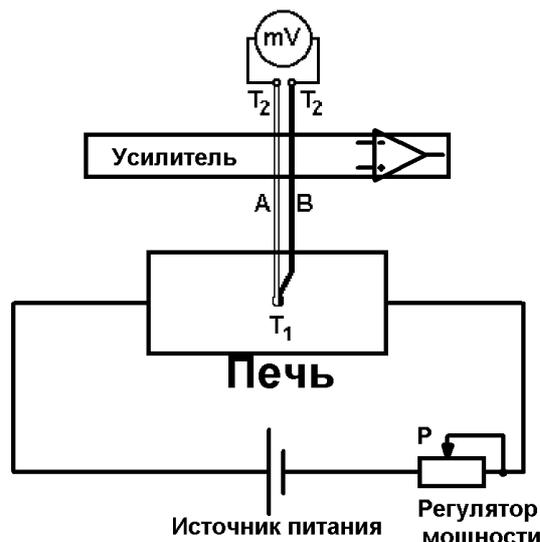

Рис. 1. Принципиальная упрощенная электрическая блок-схема учебной установки ФЭЛ-17 для наблюдения термоэлектрического эффекта.
Принципиальная схема для изучения эффекта Зеебека приведена на рис. 1. Конструктивно установка состоит из узкой и длинной электропечи (для равномерного нагрева) с регулируемой мощностью нагрева, в которую помещаются концы термопары А и В. Другие концы подключены через специальный усилитель к высокоточному цифровому вольтметру mV и находятся при температуре окружающей среды T_2 . ТермоЭДС ввиду малой величины (порядка нескольких милливольт) не может быть зарегистрирована непосредственно вольтметром, поэтому сигнал с термопары усиливается операционным усилителем. Для уменьшения погрешности применяется специально сконструированный цифровой вольтметр с высоким (около 100 МОм) входным сопротивлением, поэтому с достаточной степенью точности можно считать, что термоЭДС ε равна напряжению на клеммах вольтметра mV. Температура T_1 горячего спая измеряется высокоточным цифровым термодатчиком, также введенным в полость электропечи. Точность измерения температуры термодатчика составляет ± 1 °С. Все измеренные и контролируемые параметры (мощность нагрева P , температура T_1 а также термоЭДС выводятся на LCD ЖКД дисплей). Температура T_2 окружающей среды измеряется либо комнатным термометром, либо принимается равной показанию цифрового датчика температуры T до начала нагрева.
1. Перед началом работы ознакомится с принципиальной схемой учебной установки рис. 1, разобраться в назначении ручек и измерительного прибора. Проверить целостность сетевого провода